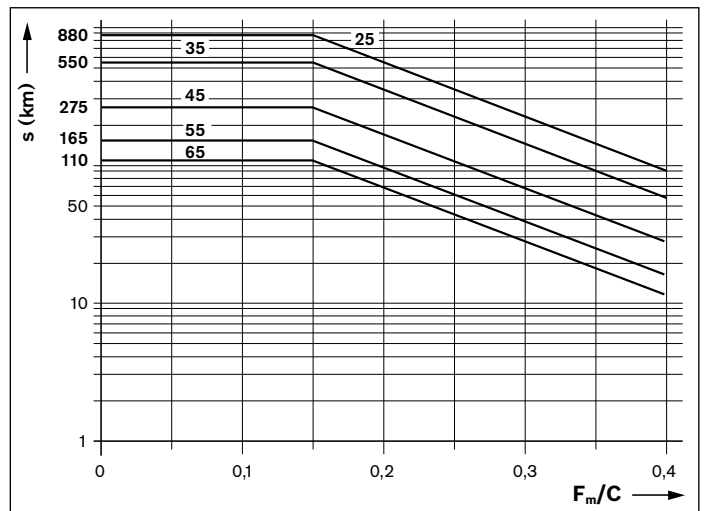

Figure 1 : Intervalle de relubrification
- ▶ Lorsque l'intervalle de relubrification présenté sur la figure 1 est atteint, injecter la quantité de relubrification indiquée dans le tableau 2.
- ▶ Lorsque l'intervalle de relubrification présenté sur la figure 1 est atteint, injecter la quantité de relubrification indiquée dans le tableau 2 dans chaque raccord de lubrification.